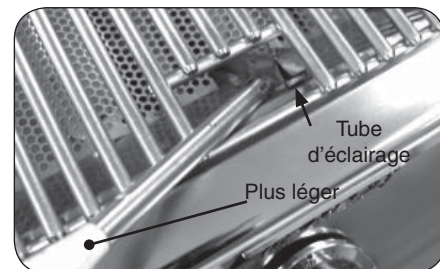

Fig. 16-2 - Éclairage manuel
**ATTENTION:** Attendez toujours cinq (5) minutes le gaz pour se dégager après que n'importe quelle tentative non réussie d'éclairage.
2. Passez un allumeur brûlant de butane de long-baril ou une allumette brûlante de long-tige dans la grille à cuire s'ouvrant au dessus du tube d'éclairage. (Fig. 16-2). Pour des backburners, tenez la flamme contre le surface du backburner. Pour des brûleurs à charbon de bois, tenez la flamme près du brûleur.
4. Si le brûleur ne s'allume pas, enfoncez immédiatement le bouton et tournez la valve à AU LOIN. ATTENDEZ CINQ (5) MINUTES avant de répéter les étapes 2 à 4 des instructions manuelles d'éclairage.